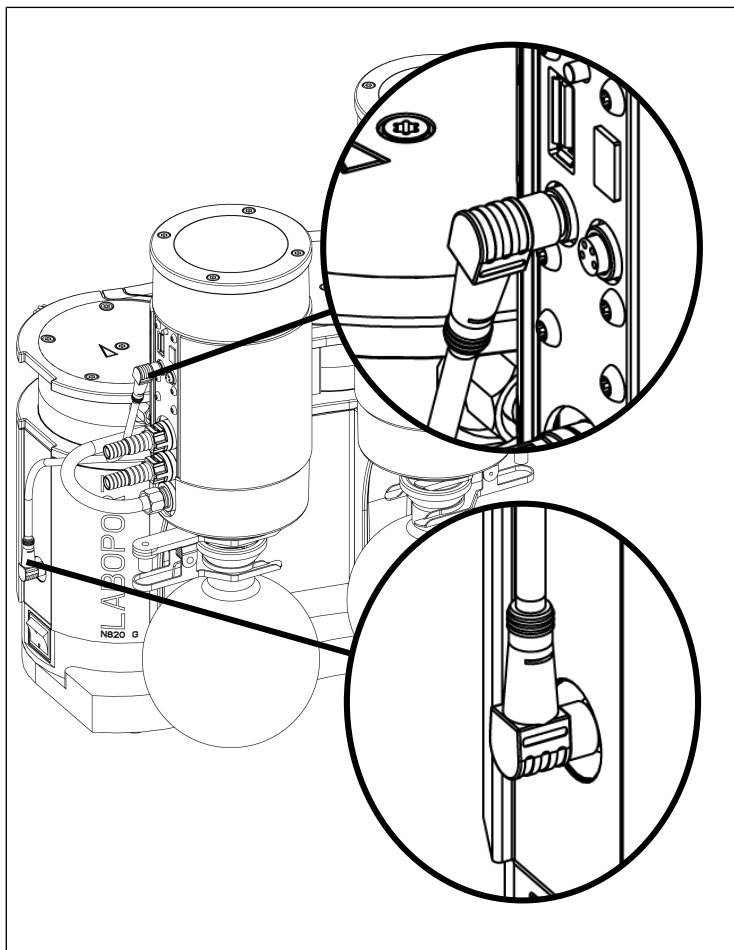

Fig. 7: Connecter le câble de signal
1. Connectez le câble de signal à la pompe (voir Fig. 3/7) et au piège à liquide (Fig. 23/3) (voir Fig. 7).
- i** Veillez à l'orientation correcte du câble de signal sur le piège à liquide (angle de 30° ; voir Fig. 7).